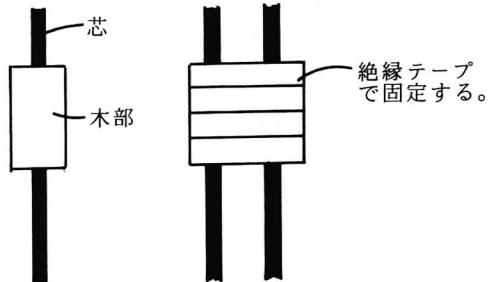

図 3 鉛筆の芯による電極
- ① 鉛筆を半分に折り、その上端と下端の木部を削り芯を出す。このようにつくった 2 本の木部が接するように絶縁テープで固定して電極にする（図 3）
- ② 実験 6 でつくった結晶硫酸鉄(II)を 100 mL ビーカーに入れ水にとかす。
- ③ 鉛筆芯による電極を入れ、0.2 A, 8 ~ 10 V の電圧をかける。
- ④ 電源を切ってから電極を液の中で上下に動かし、電極についている鉄を落す。ろ過して生じた鉄を紙上に回収させる。
- ⑤ 回収した鉄を 6 M - HCl にとかし、1 %  $\text{K}_3[\text{Fe}(\text{CN})_6]$  を加えさせる。